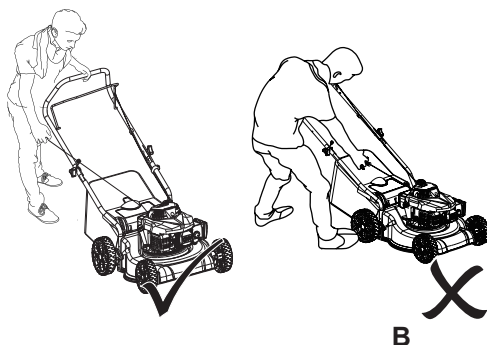

Fig. 17
AVISO! A posição inicial deve ser conforme descrito no manual de instruções. A Fig. 17A ilustra a posição inicial definida. O operador deve ligar o motor atrás do guiador superior (1). Não dê partida no motor enquanto estiver na lateral do produto, conforme mostrado na Fig. 17 B.